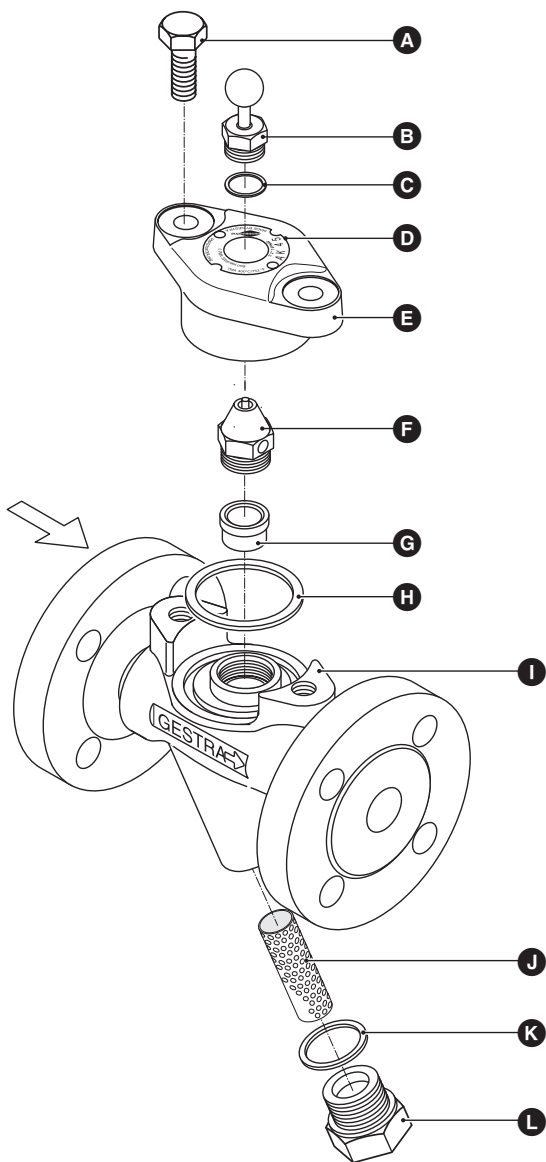

Fig. 2
2. Desapertar os parafusos **A** da caixa e retirar a tampa **E** da caixa **I**. **Fig. 2**
2. Desapertar o parafuso **A** da caixa e retirar a tampa **E** da caixa **I**. Fig. 2